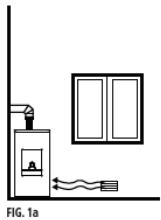
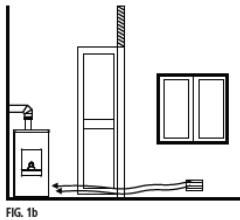

FIG. 1a
FIG. 1b
- Le flux d'air entre l'extérieur et la pièce d'installation peut se faire directement, par une ouverture sur un mur extérieur de la pièce (solution préférée, voir Figure 1a) ; ou indirectement, par l'entrée d'air provenant d'une pièce adjacente, avec une prise d'air et une communication permanente avec la pièce d'installation (voir Figure 1b).